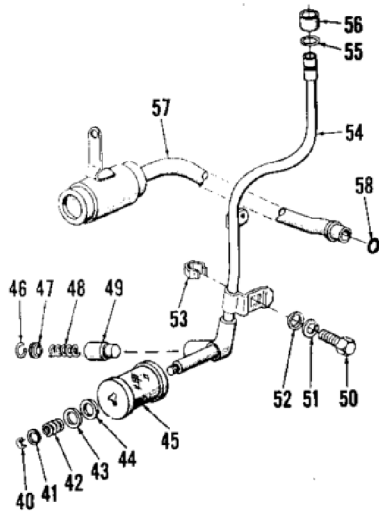

Fig. 369-Exploded view of suction and return line hydraulic fluid filters for models 2000, 3000 and 4000. System back-pressure valve is (49).
341. De hydraulische systeemfilters zijn toegankelijk na het verwijderen van de hydraulische hefklep zoals beschreven in paragraaf 347. Als u het papierfilterelement wilt verwijderen, raadpleegt u Fig. 369 en verwijdert u de snap FORE ring (40), verwijder dan wasmachine (41), veer (42), wasmachine (43), afdichting (44), het element (45) en tweede zegel. Bij het installeren van een nieuw filterelement moet aan elk uiteinde van het filter een nieuwe afdichting (44) worden geplaatst. Het draadgaasfilter op de pompinlaatlijn (57) moet worden gereinigd en het papierfilterelement moet na elke 2400 uur dienst of elke twee jaar worden vernieuwd om samen te vallen met olieafvoer en vulling, zoals beschreven in paragraaf 339 of 340. MOEITE SCHIETEN Alle modellen 342. Wanneer problemen met het fotograferen problemen ondervonden met de hydraulische lift systeem, verwijzen naar de volgende mal-functies en mogelijke oorzaken: A. NIET OP TE TILLEN ONDER ALLE OMSTANDIGHEDEN. Kan worden veroorzaakt door: 1. Laag oliepeil in de achteras centrumbehuizing. 2. De klepbinding van de stroomcontrole. 3. Hydraulische zuigerpomp niet geprimed. 4. Hydraulische pompdruk laag. 5. Controleer de klep beschadigd of versleten. 6. Ontwerpcontrole of positiecontrole koppeling beschadigd. 7. Losklep of tegendruk valve faulty 8. Lift piston seals damaged